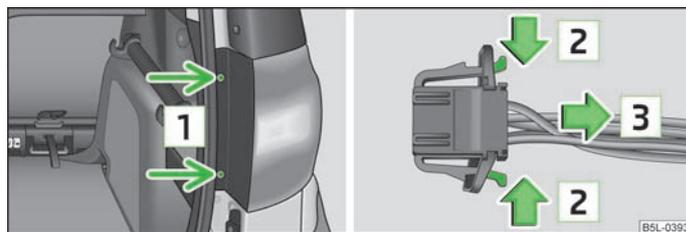

Fig. 173 Démontage du bloc optique arrière/débranchement du connecteur
- Dévissez la lampe avec de la clé TORX comprise dans l'outillage de bord. Le côté le plus court de la clé sert à desserrer les vis [1] » fig. 173 et le côté le plus long à dévisser complètement.
- Débranchez le connecteur en appuyant sur les ergots de blocage dans le sens de la flèche [2] » fig. 173 et tirant dans le sens de la flèche [3].
- Vissez à fond la lampe avec les vis [1] » fig. 173.